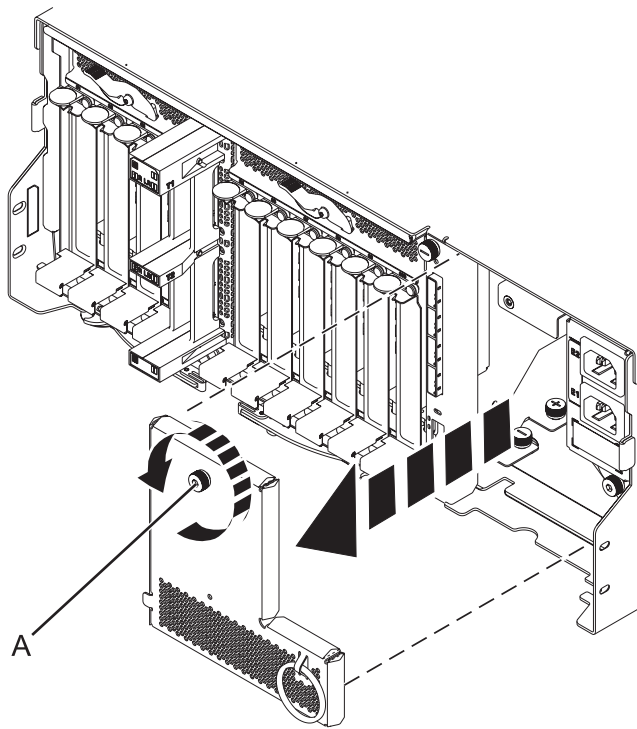

Figure 67. Retrait de la plaque d'alimentation
10. Retirez la plaque d'alimentation en tournant la vis moletée (A) et en ôtant la plaque du système, comme indiqué dans la figure 67.